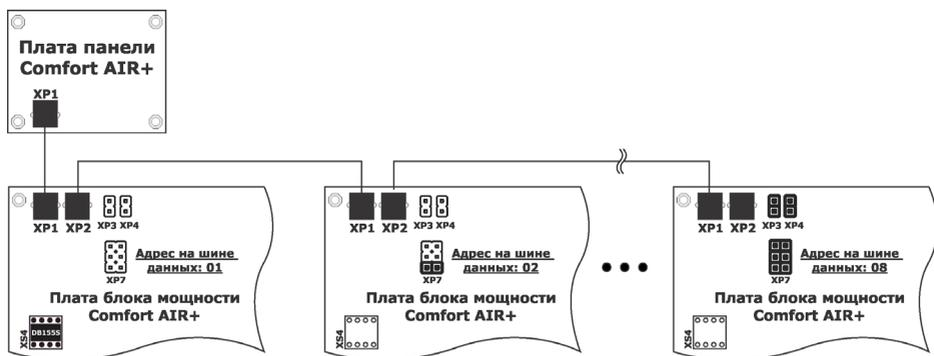

Рисунок 12. Схема подключения блоков в режиме «Мультидрайв»
- терминальные переключки шины данных установлены только на последнем блоке мощности (в разъёмах **XP3** и **XP4**, **рис.12**, **блок мощности первый справа**) на шине данных, после которого на шине данных нет других блоков мощности